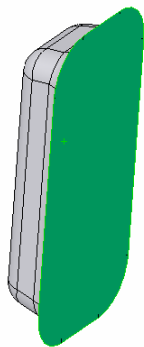
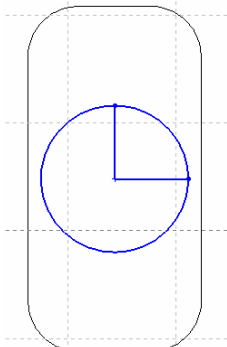

图 9-192 选择草图基准面
图 9-193 绘制定位草图
⑧ 单击图 9-192 中的底面，然后单击“标准视图”工具栏中的“正视于”图标，将该表面作为绘制图形的基准面。单击“草图”工具栏中的“圆”图标和“直线”图标，以基准面的中心为圆心绘制一个圆和两条互相垂直的直线，如图 9-193 所示，单击“退出草图”图标。